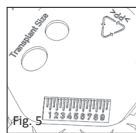

Fig. 5
■ **Fig. 1b/5** De integrerede skabeloner på bagsiden af sizer disken (Fig. 1b) svarer til minimalstørrelsen transplantatet, der skal bruges som mellemæg imod trommehinden (Fig. 5).
■ **Fig. 5** Millimeterskalaen er beregnet til generelle sammenligningsmålinger, der kan være nyttige under en mellemøreoperation. Principielt kan bagsiden også anvendes som aflægsplads eller præparationssted for diverse procedurer, som f.eks. transplantatbearbejdning eller som midlertidig aflægsplads.